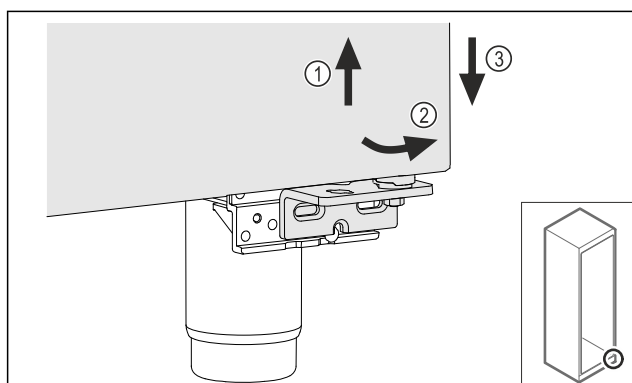

Fig. 27
- Vrata rahlo dvignite Fig. 27 (1) in jih spodaj nagnite Fig. 27 (2) ter spustite Fig. 27 (3).